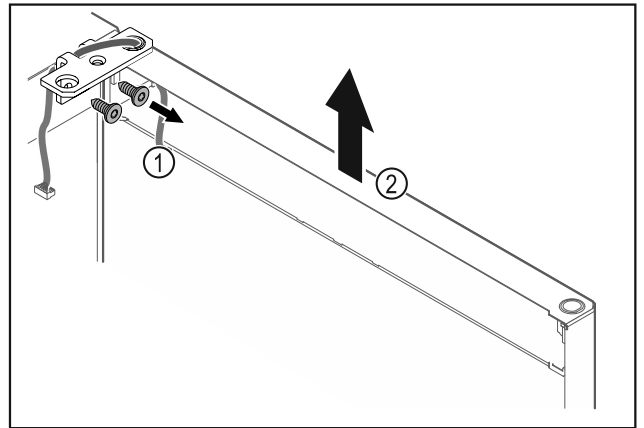

Fig. 24
- ▶ Skru av hengselvinkelen Fig. 24 (1).
- ▶ Løft døren og hengselvinkelen Fig. 24 (2) ca. 200 mm rett opp, og ta den av.